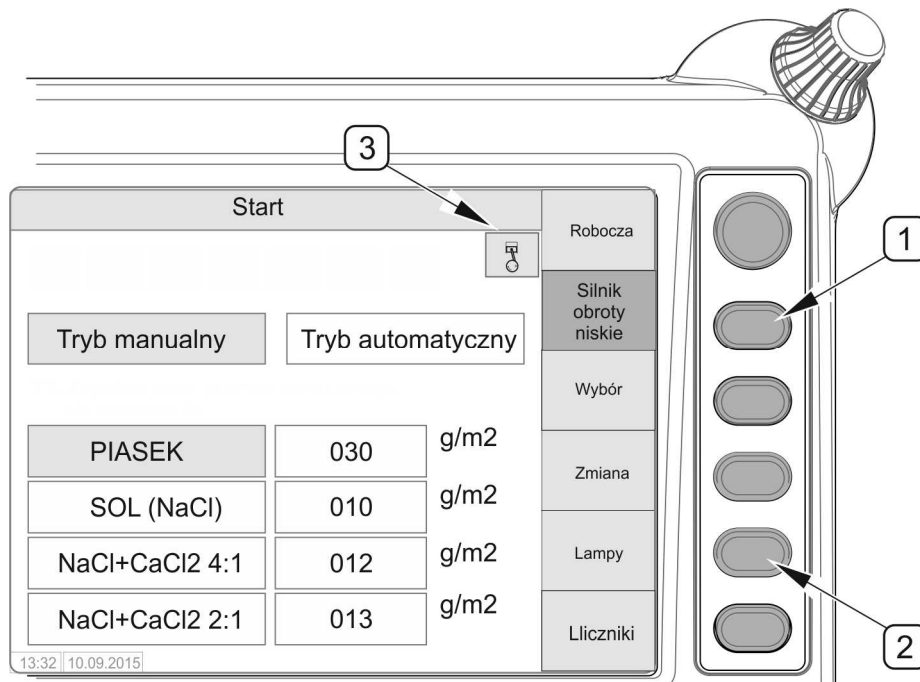

РИСУНОК 4.31 Остановка двигателя
Короткое нажатие на кнопку (1) на стартовой странице "Старт" пульта управления (РИСУНОК 4.31) приведет к уменьшению оборотов двигателя – что будет сигнализировать контрольная иконка. Нужно подождать несколько минут на низких оборотах и остановить двигатель, придерживая кнопку (1) в течение 3 секунд. На дисплее пульта управления погаснет иконка (3). При помощи кнопки (2) выключить